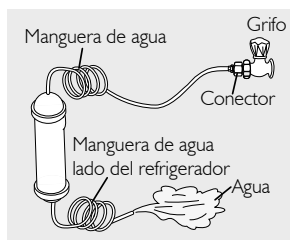

Figura 33
- El agua que sale primero puede contener sustancias provenientes del filtro (proceso de fabricación). (Figura 33)